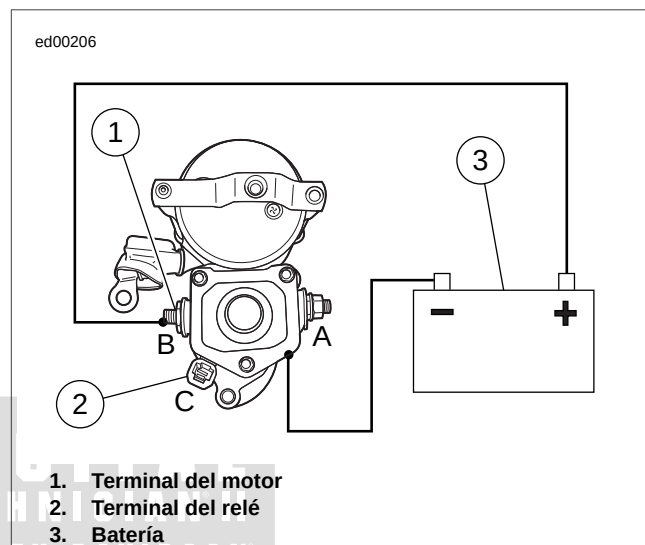

Figura 1-10. Prueba de retorno
1. Vea Figura 1-10. Con los cables de prueba aún conectados de la manera especificada al final de la 1.6 PRUEBA DEL ARRANQUE EN EL BANCO DE TRABAJO. Prueba de retención del solenoide, desconecte el terminal del relé del solenoide/cable de prueba del borne positivo de la batería en cualquiera de los extremos.